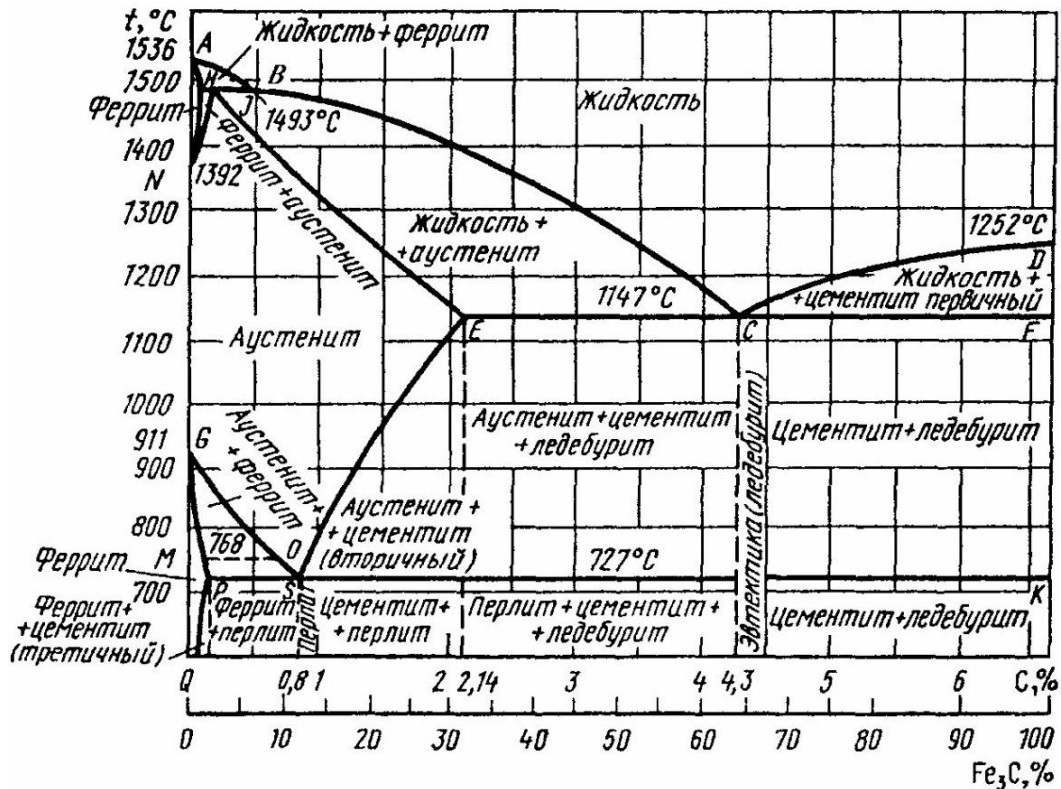

Рисунок 1 – Диаграмма состояния системы железо-углерод (железо-цементит)
76. Вычертите диаграмму состояния системы железо-углерод (железо-цементит) (рисунок 1). Укажите структурные составляющие во всех областях диаграммы. Постройте кривую
112. После термической обработки углеродистой стали получена структура цементит-мартенсит отпуска. Нанесите на диаграмму состояния железо-карбид железа (рис. 1) ординату заданной стали (примерно) и укажите температуру нагрева этой стали под закалку. Назначьте температуру отпуска, обеспечивающую получение заданной структуры, опишите все превращения, которые совершились в стали в процессе закалки и отпуска.
114. С помощью диаграммы железо-карбид железа (рис. 1) определите температуру полной и неполной закалки для стали 45 и дайте краткое описание микроструктуры и свойств стали после каждого вида термической обработки.
115. Как изменяются структура и свойства стали 45 и У10 в результате закалки от температуры 750 и 850°C. Объясните с применением диаграммы состояния железо-карбид железа (рис. 1).
118. С помощью диаграммы железо-карбид железа (рис. 1) определите температуры нормализации, отжига и закалки для стали У10. Охарактеризуйте эти режимы термической обработки и кратко опишите микроструктуру и свойства стали после каждого вида обработки.
119. Используя диаграмму состояния железо-карбид железа (рис. 1) и кривую изменения твердости в зависимости от температуры отпуска, назначьте режим термической обработки для углеродистой стали 45, необходимой для обеспечения твердости 300 НВ. Опишите превращения, которые совершились в стали в процессе закалки и отпуска, и полученную после термообработки структуру.
120. После закалки углеродистой стали со скоростью охлаждения выше критической была получена структура, состоящая из феррита и мартенсита. Проведите на диаграмме состояния железо-карбид железа (рис. 1) ординату, соответствующую составу заданной стали, укажите принятую в данном случае температуру нагрева под закалку и опишите превращения, которые совершились в стали при нагреве и охлаждении. Как называется такой вид закалки?